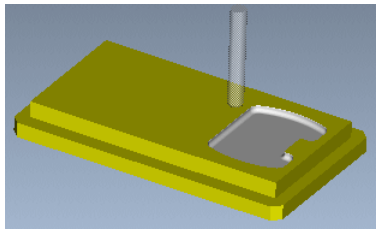

图 10.4.34 “NC 检查”动态仿真
Step1. 在 **PLAY PATH (播放路径)** 菜单中选择 **NC Check (NC 检查)** 命令, 系统弹出“VERICUT 7.1.5 by CGTech”窗口。单击  按钮, 观察刀具切割工件的运行情况, 结果如图 10.4.34 所示。